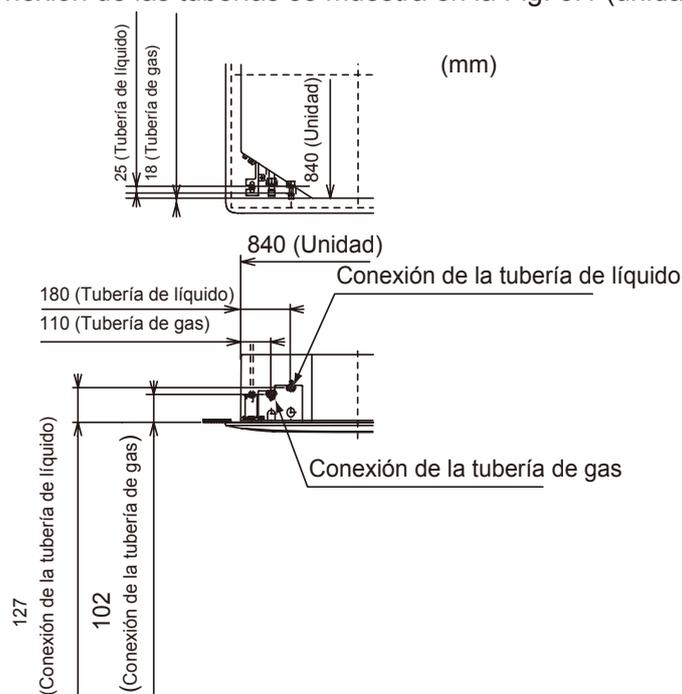

Fig. 5.1 Posición de la conexión de la tubería
- (1) La posición de la conexión de las tuberías se muestra en la Fig. 5.1 (unidad interna).